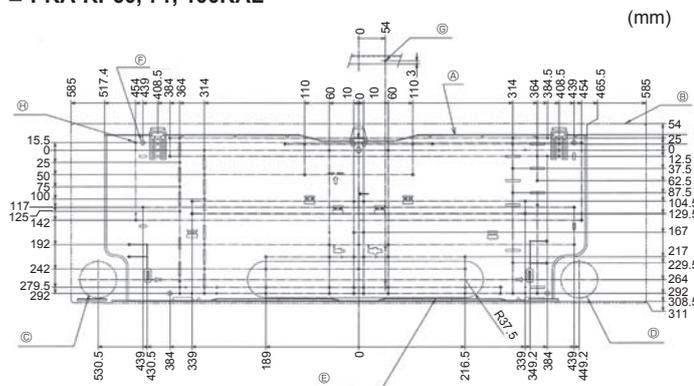

Fig. 3-2
①	Monteringspanel	1	Fäst på enhetens baksida
②	Tappskruv 4 × 25	7
③	Filttejp	2
④	L-format anslutningsrör	1
⑤	Påfyllningsmutter	1
⑥	Fjärrkontroll	1
⑦	Hållare för fjärrkontroll	1
⑧	Alkalibatteri (storlek AAA)	2
⑨	Tappskruv 3,5 × 16	2
⑩	Distansbricka	1	Använd förpackningsmaterialet
3.2. Installering av väggfästet (Fig. 3-2)